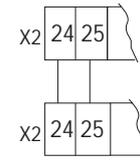

Fig. 26
- Eseguire i collegamenti tra le morsettiere X2 delle due app. elettr. 960 MP come da fig. 26.